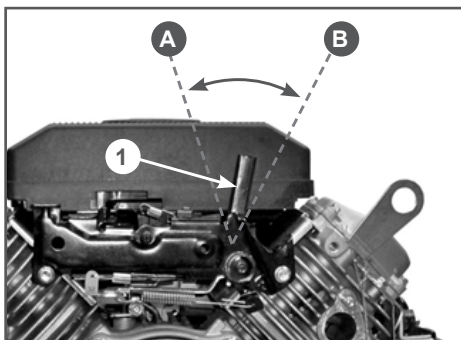

Рис. 7 Рычаг газа G680HKE (вид со стороны вала)
4. Переведите рычаг газа на 1/3 хода в сторону положения максимальных оборотов двигателя (Рис. 7 и 8). Для
наглядности, на Рис. 7 показан двигатель G680HKE без глушителя.